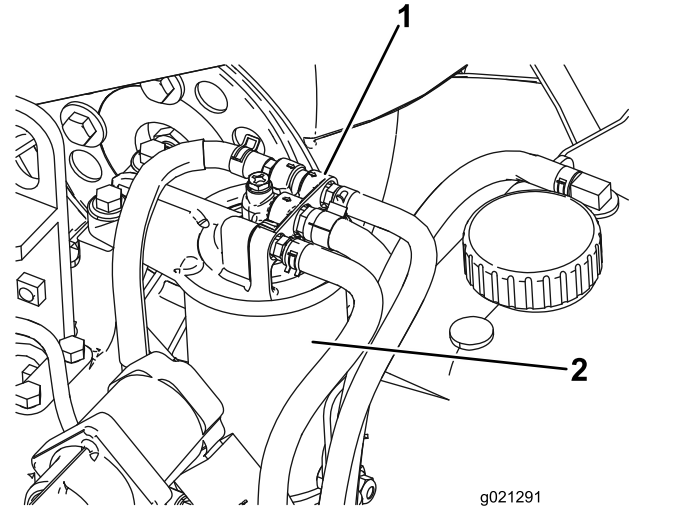

Figure 82
2. Nettoyez la surface autour de la tête du filtre à carburant (Figure 82).
3. Déposez le filtre et nettoyez la surface de montage de la tête du filtre (Figure 82).